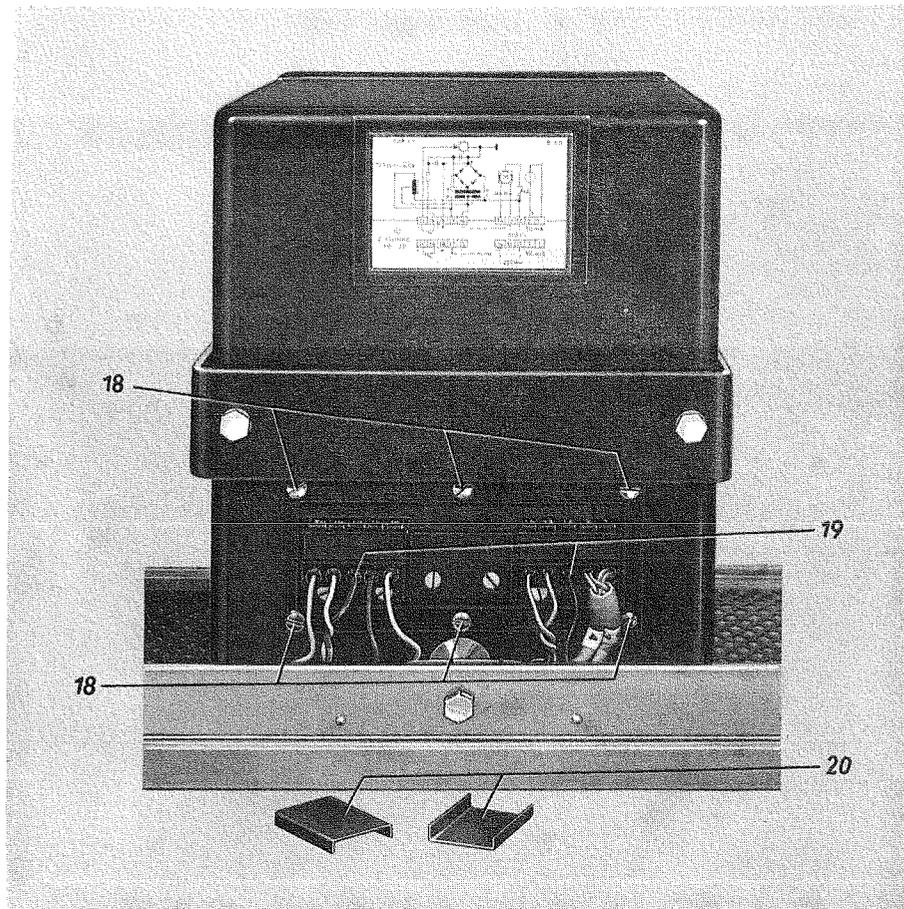
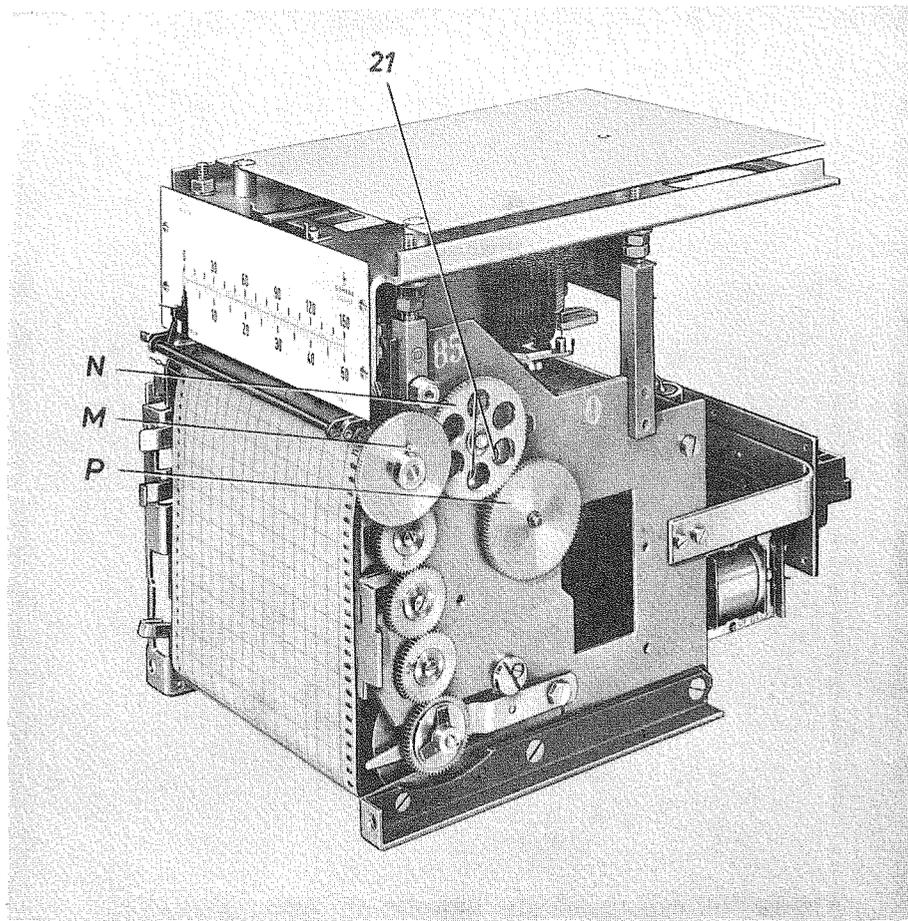

Abb.7: Schreibergehäuse von hinten,
Abb.8: Einsatzgerät mit auswechselbarem
Zahnräder M und P (Abb.8) auszuwechseln. Das Zwischenrad N ist verstellbar gelagert.
Beim Auswechseln der beiden Räder ist es nach Lockern (nicht heraus-schrauben!) zweier durch seine Lochungen zugänglichen Schlitzschrauben (21) auf gute Passung mit den neu eingesetzten Rädern einzustellen und in dieser Lage durch Anziehen der Schlitzschrauben wieder zu befestigen. Danach ist das Einsatzgerät in umgekehrter Reihenfolge wieder in das Gehäuse einzubauen (siehe Abb.7 und Abb.8).